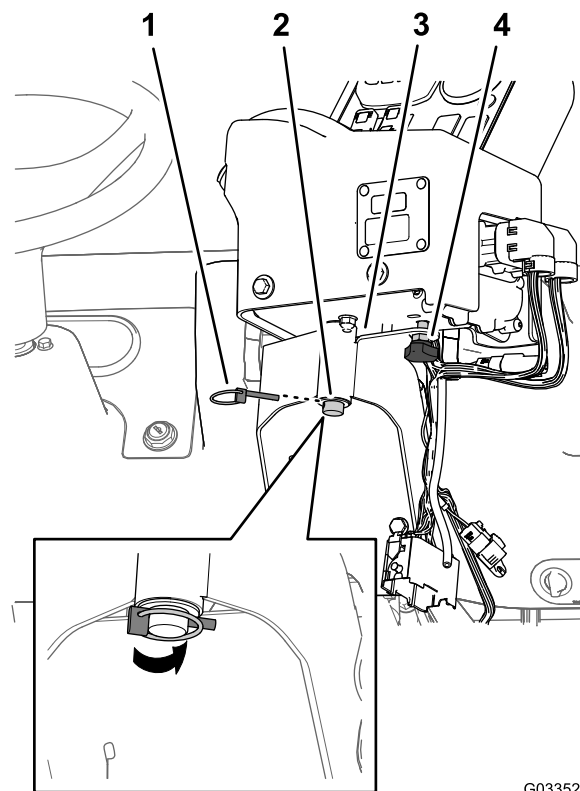

図 19
2. 先ほど外したスプリングクリップピンを使って、コントロールコンソールを、コントロール取り付けブラケットに固定する **図 19**。
3. 操作中にコンソールが回転しないようにハンドノブを取り付ける **図 19**。